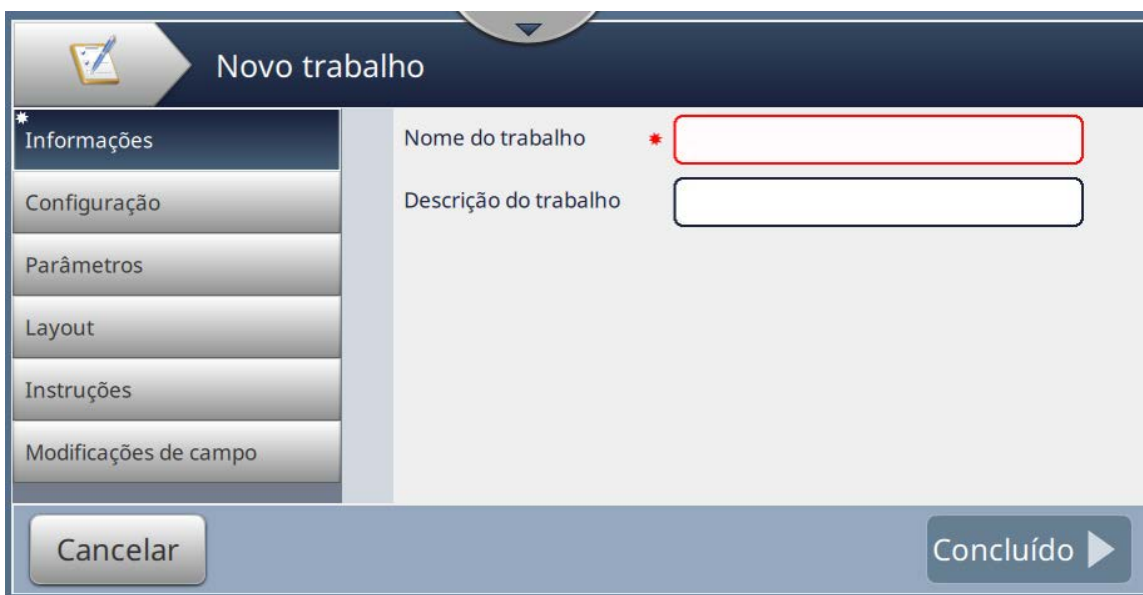

Figura 5-2: Tela Informações
2. Toque o botão  para criar um novo trabalho. A tela Configurações de trabalho é aberta, como mostra a Figura 5-2.
A tela Informações (Figura 5-2 na página 5-2) permite que o usuário faça o seguinte: